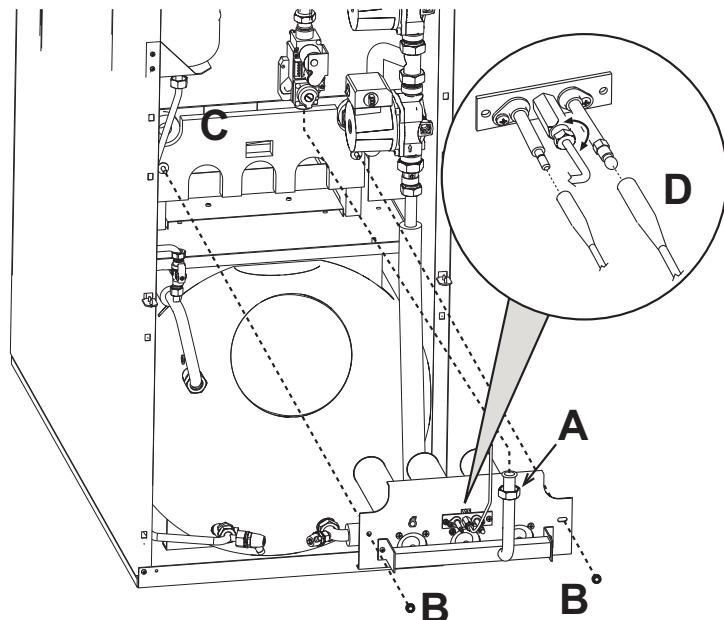

рис. 22 - Демонтаж горелок
- Развиньте две гайки "B" крепления дверцы камеры сгорания к чугунным элементам корпуса котла (рис. 22)